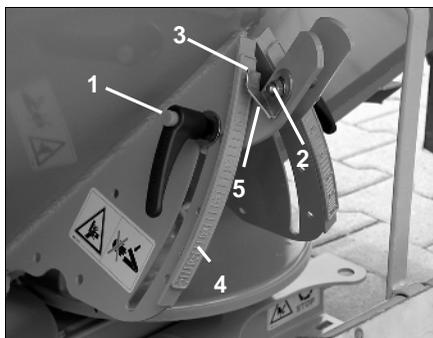

Fig. 50
- Desserrez le levier de blocage (Fig. 50/1) du levier de réglage.
- Insérez la jauge de réglage (Fig. 50/1) dans l'ouverture de sortie.
- Desserrez la fixation du repère (Fig. 50/2).
- Réglez l'arête de lecture du repère (Fig. 50/3) sur la valeur de réglage "11" de l'échelle (Fig. 50/4) et fixez le repère (Fig. 50/5) sur cette position au niveau du levier de réglage.